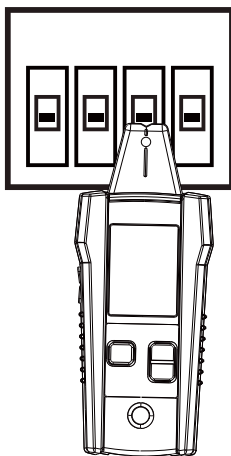

Figura 3.2c: Alinhe a ranhura do Sensor de Ponta com o disjuntor/fusível
2. Alinhe a ranhura do Sensor de Ponta com o disjuntor/fusível horizontalmente (ver Figura 3.2c).